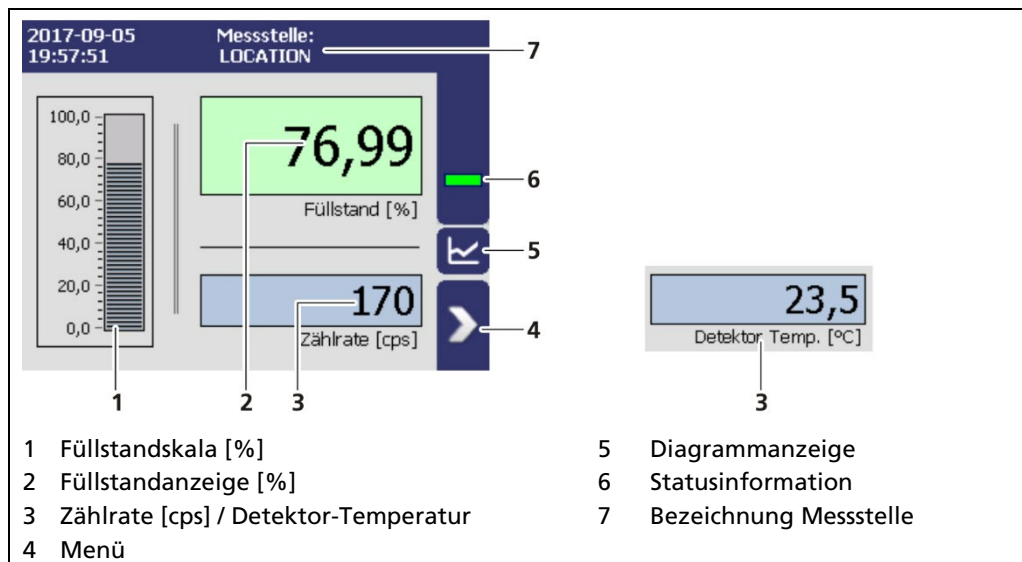
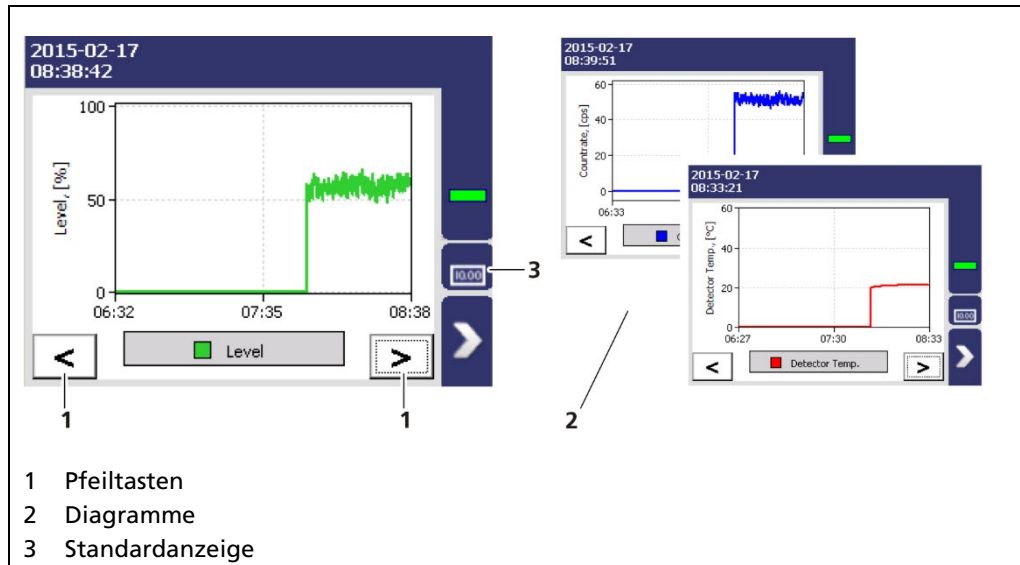
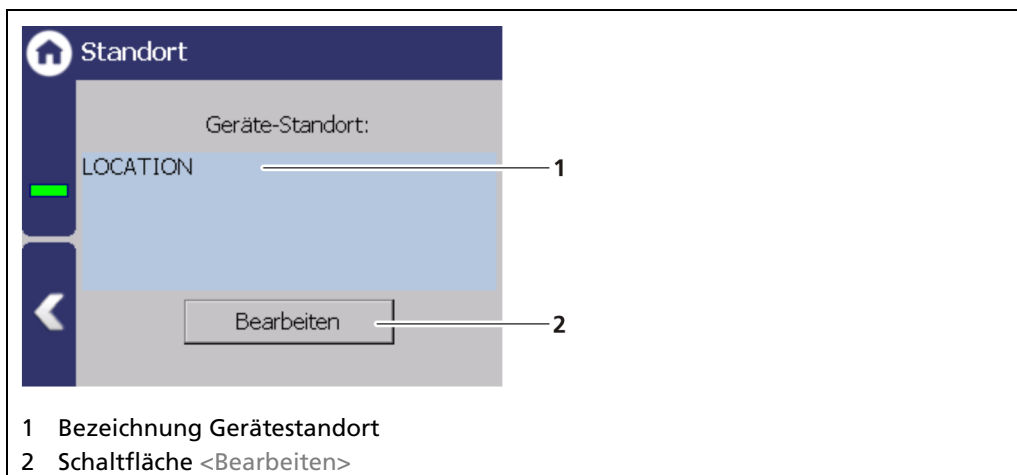

Abb. 25 Standardanzeige der AWE
Abb. 27 Diagrammanzeige der AWE
Abb. 33 Gerätestandort
Klicken Sie auf das blaue Feld um die Anzeige zwischen Detektor-Temperatur (Abb. 25, Pos. 3) und Zählrate (Abb. 25, Pos. 4) umzuschalten. Um einen Standort einzugeben beachten Sie die Anweisungen in Kapitel 7.1.1.
Durch Anklicken des Diagramm-Symbols (Abb. 25, Pos. 5) wechselt die Ansicht in die Diagrammanzeige. Mit den Pfeiltasten (Abb. 27, Pos.1) kann zwischen den Diagrammen Füllstand – Zählrate – Detektortemperatur gewechselt werden.
Durch Anklicken des Anzeigesymbols (Abb. 27, Pos.3) wechselt die Ansicht zur Standardanzeige.
Im Menü Standort wird der Standort der Auswerteeinheit angezeigt (Abb. 33, Pos. 1). Die Bezeichnung kann nur in der Zugangsebene "Standard" bearbeitet (7.2 Zugang) werden. Der Standort wird auf der Standard-Anzeige (Abb. 25, Pos.7) eingeblendet.
1. Klicken Sie <Bearbeiten> (Abb. 33, Pos.2) um das Eingabefeld zu öffnen.